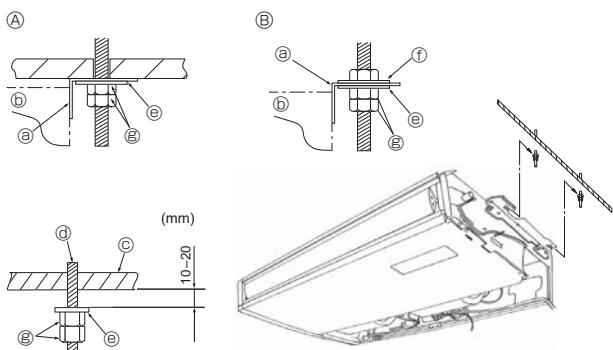

Fig. 3-5
② Wanneer het inlaatrooster wordt geopend door het te forceren of met openings-hoek groter dan 120 te maken, kunnen de scharnieren beschadigen.
3.3. Het binnenapparaat monteren (Fig. 3-5)